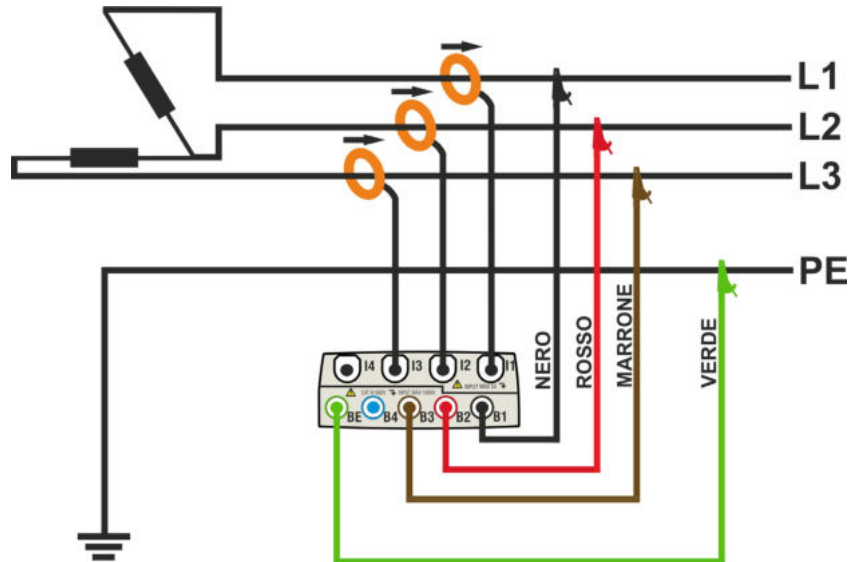

Fig. 126: Collegamento dello strumento in un sistema Trifase 3-fili 3F DA
2. Collegare i cavi di misura della tensione sui conduttori di Fase L1, L2, L3 e PE rispettando i colori come mostrato in Fig. 126. **Verificare a display l' indicazione "123" relativa al corretto senso ciclico delle fasi** (vedere il § 5.2.1) ed effettuare le opportune correzioni fino al raggiungimento di tale situazione.
3. Collegare le pinze di corrente sui conduttori di Fase L1, L2, L3 come mostrato nella Fig. 126 **rispettando il verso della freccia** presente sulla pinze stesse che indica la direzione convenzionale della corrente da generatore a carico. **Verificare sempre, (selezionando preliminarmente il sistema 3-fili) nelle videate della sezione Visualizzazione Misure, che le Potenze Attive P1, P2, P3 siano sempre positive e che i fattori di potenza Pf1, Pf2, Pf3 siano corrispondenti ad un carico, normalmente induttivo**, prima di attivare una registrazione. In caso di valori negativi della potenze attive ruotare le pinza di 180° sui conduttori interessati.